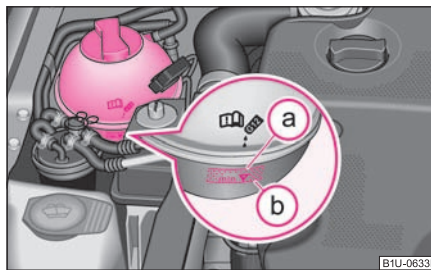

Fig. 154 Compartimentul motor: Vasul de expansiune al lichidului de răcire
- Verificați nivelul lichidului de răcire din vasul de expansiune ⇒ pagina 162, fig. 154. Când motorul este rece, nivelul lichidului de răcire trebuie să se afle între marcasele  și . Când motorul este cald, nivelul lichidului de răcire poate fi și puțin peste marcaj.
- Puneți o lavetă pe capacul vasului de expansiune ⇒ pagina 162, fig. 154 și desfaceți capacul **cu grijă** spre stânga ⇒ .